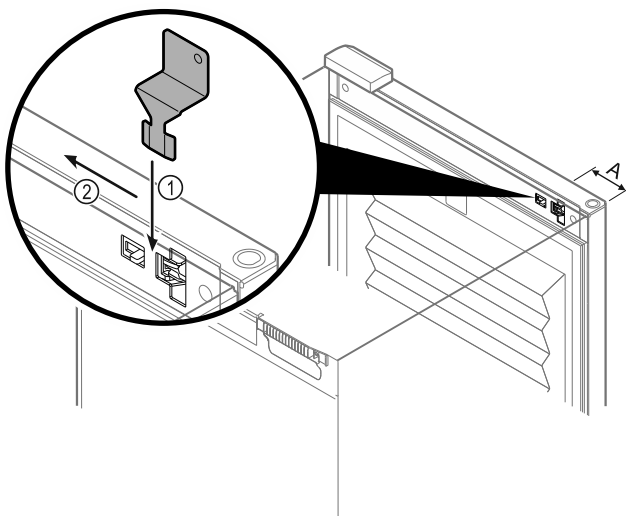

Fig. 219
- ▶ Notentriegelungsschlüssel an vorgegebener Stelle positionieren Fig. 219 (A) \approx 100mm.
- ▶ Notentriegelungsschlüssel zwischen Tür und Gerätekorpus von oben bis zum Anschlag einstecken Fig. 219 (1).
- ▶ Notentriegelungsschlüssel in Richtung Scharnierseite ziehen Fig. 219 (2).